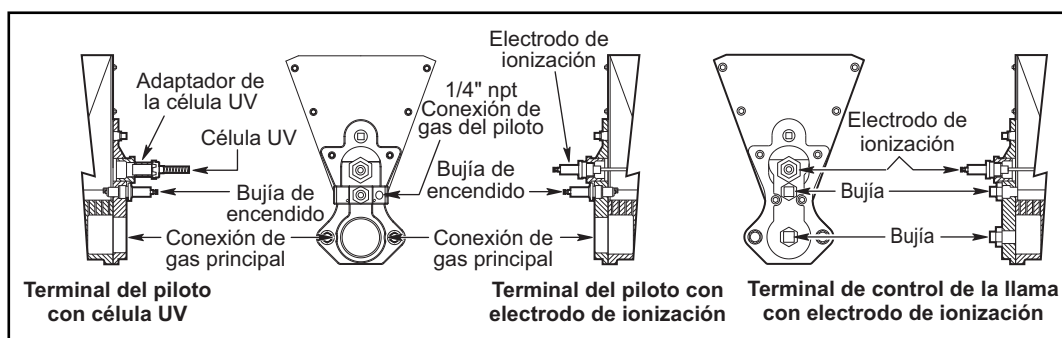

Figura 3.4 Ejemplos de placa terminal
- Según el sensor de llama elegido, localice e instálelo en la correspondiente abertura ubicada en la placa terminal tal como se muestra en la figura 3.4.
Instale la bujía de encendido en la abertura apropiada de la placa terminal tal como se muestra en la figura 3.4.